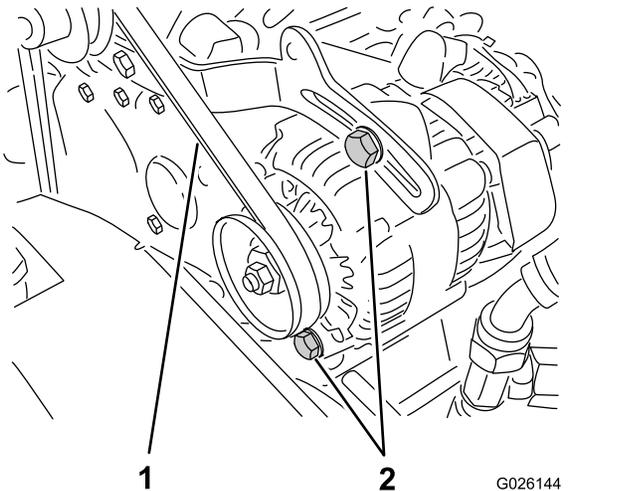

Figure 62
2. Contrôlez la tension de la courroie en exerçant une force de 10 kg sur le brin à mi-chemin entre les poulies d'alternateur et de vilebrequin (Figure 62).
- A. Desserrez les 2 boulons de fixation de l'alternateur (Figure 62).
- B. A l'aide d'un levier, tournez l'alternateur jusqu'à ce que la tension de la courroie soit correcte, puis resserrez les boulons de fixation (Figure 62).